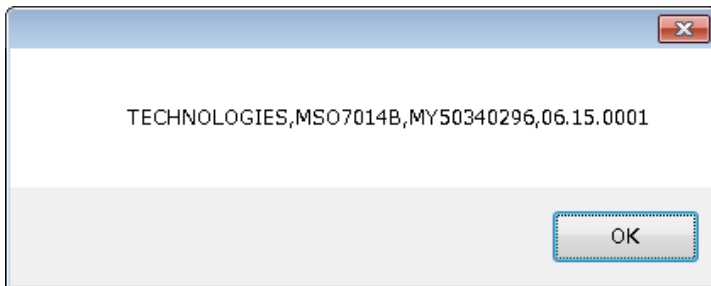

図 18 ID の取得
- ⑤ 図 18 のダイアログが表示され、測定器 ID を取得できます。